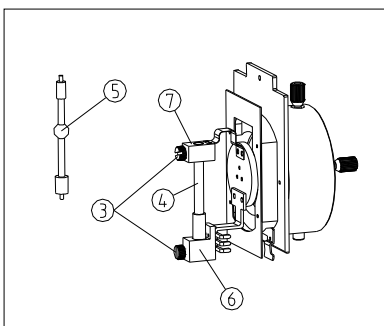

图 11
- (2) 先将汞灯锁紧螺钉③旋松，把支撑棒④取下，然后把新的汞灯⑤的正极端(大端)插入正极连接块⑥的安装孔中，并插到底，再把负极连接块⑦套在汞灯⑤的负极端(小端)上，负极灯架自动复位，汞灯安装到位后，将螺钉③锁紧。(如图 11)